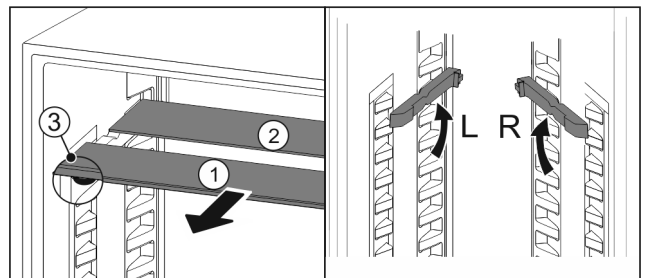

Fig. 189
- ▶ Glasplatten einzeln nach vorne herausziehen Fig. 189 (1).
- ▶ Glasplatte Fig. 189 (1) mit Zierleiste liegt vorne.
- ▶ Stopps Fig. 189 (3) zeigen nach unten.